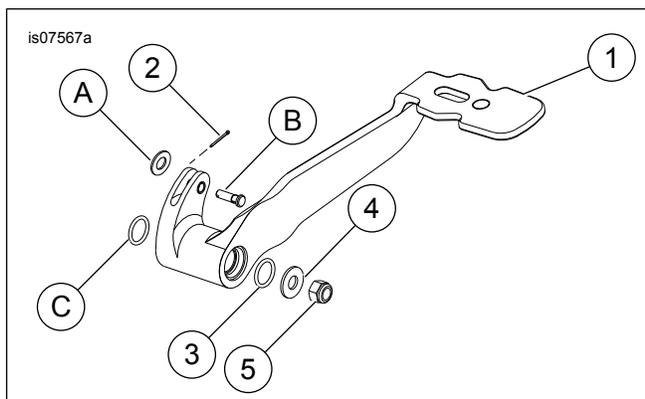

Figure 1. Pièces de rechange : Levier de frein arrière (modèle classique illustré)
Voir Figure 1 et Tableau 1.
1. Figure 1 Retirer la goupille fendue et la rondelle (A) de l'axe de chape du maître-cylindre. Jeter la goupille fendue.
1. Figure 1 Introduire de **nouveaux** joints toriques (3) sur l'un des côtés des bagues du levier. Poser le nouveau levier de frein style billette (1) sur l'arbre.
2. Aligner les trous dans le levier et la tige de frein, et introduire l'axe de chape de série (B).
3. Poser la petite rondelle plate conservée sur l'axe de chape. Insérer la nouvelle goupille fendue (2).
4. Poser la grosse rondelle plate (4) et le contre-écrou (5) du kit. Bloquer le contre-écrou. Serrer.